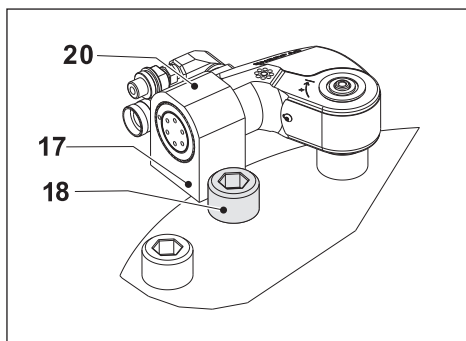
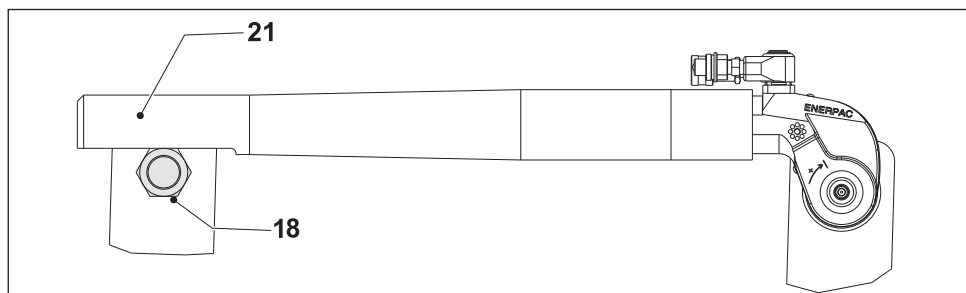

Fig. 11
Fig. 12
4.3.3 Bruk av kort reaksjonsarm (Fig. 11)
- Plasser foten (17) på SRA-seriens korte reaksjonsarm (20) mot et egnet reaksjonspunkt (18). Reaksjonspunktet skal stå imot kraften som verktøyet utøver.
4.3.4 Bruk av reaksjonsrørforlenger (Fig. 12)
- Plasser RTE-seriens reaksjonsrørforlenger (21) mot et passende reaksjonspunkt (18).